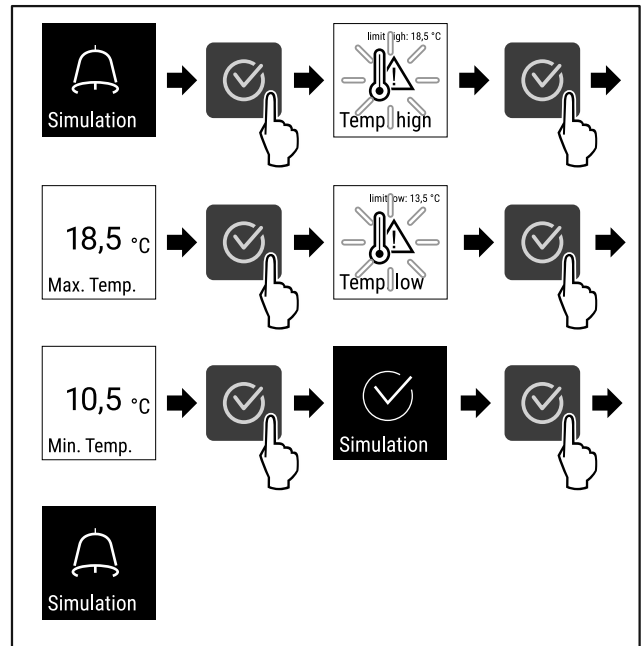

Fig. 108
- Suorita toimenpidevaiheet (katso Fig. 108).